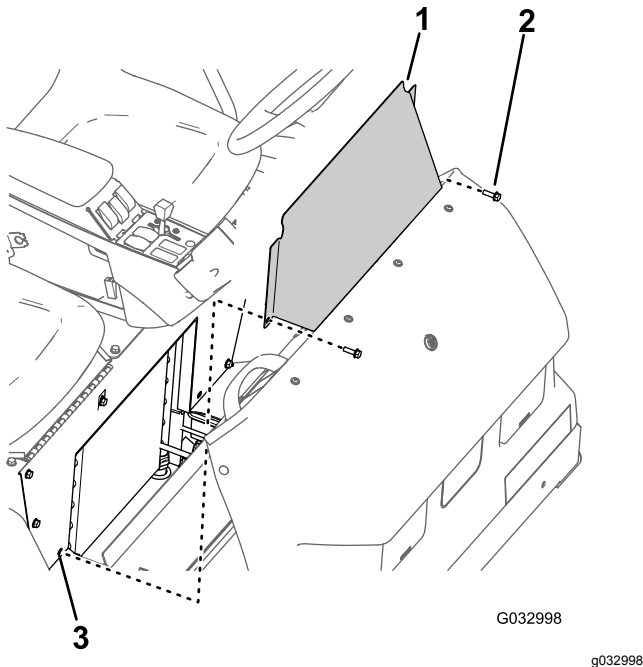

Figura 61
- Rimuovete i 2 bulloni a testa flangiata che fissano il pannello di accesso alla base del sedile (Figura 61).
- Rimuovete il pannello di accesso alla base del sedile dalla macchina (Figura 61).
- Allineate i fori nel pannello di accesso alla base del sedile con i fori nella base del sedile (Figura 61).
- Montate il pannello di accesso alla base del sedile sulla base del sedile con i 2 bulloni a testa flangiata (Figura 61) rimossi al passaggio 1 di Rimozione del pannello di accesso alla base del sedile (pagina 55).